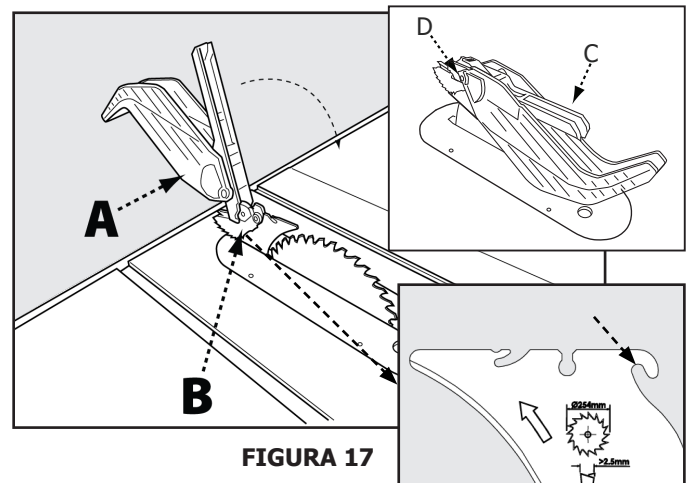

FIGURA 17
1. Al tiempo que sostiene el ensamble de guarda para hoja (A) en posición vertical, enganche el pasador de posicionamiento (B) situado en la parte posterior del ensamble de guarda para hoja dentro de la ranura situada en el borde posterior del separador.
2. Gire el ensamble de guarda para hoja hacia la parte frontal de la sierra hasta que la parte metálica (C) del ensamble de guarda para hoja esté paralelo con la mesa como se muestra en la Figura 17.
3. Al tiempo que sujeta la parte frontal de la parte metálica de la guarda (C) presione la palanca de bloqueo de la guarda para hoja (D) hacia abajo hasta escuchar un chasquido para trazarla en su lugar. Verifique que la guarda esté enganchada al separador jalando de la misma. Si la guarda no está sujeta, la palanca de bloqueo de la guarda para hoja se levantará a la posición de desbloqueo.
**Nota:** Verifique el protector de la hoja (A) para ver las holguras y que el movimiento sea libre.
**⚠ ADVERTENCIA** Si la parte metálica del ensamble de guarda para hoja (C) no está paralela a la mesa, el separador no está en la posición elevada. Retire el ensamble de guarda para hoja y los trinquetes anti contragolpe y suba el separador, luego vuelva a instalar los trinquetes anti contragolpe y el ensamble de guarda para hoja.